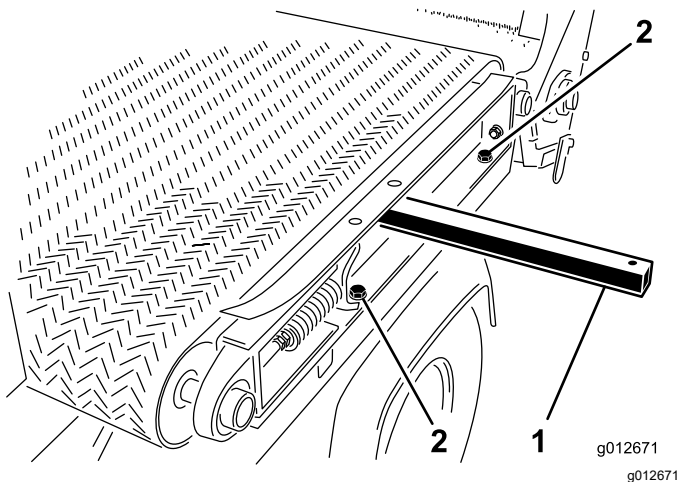

Bild 35
1. Montieren Sie auf der linken Seite der Maschine die Gleitrahmenschiene am linken Kotflügel (Bild 35) mit den beiden Bundkopfschrauben und Unterlegscheiben, die Sie in Demontage der Schiebepritsche (Seite 25) entfernt haben, und ziehen Sie die Bundkopfschrauben fest.